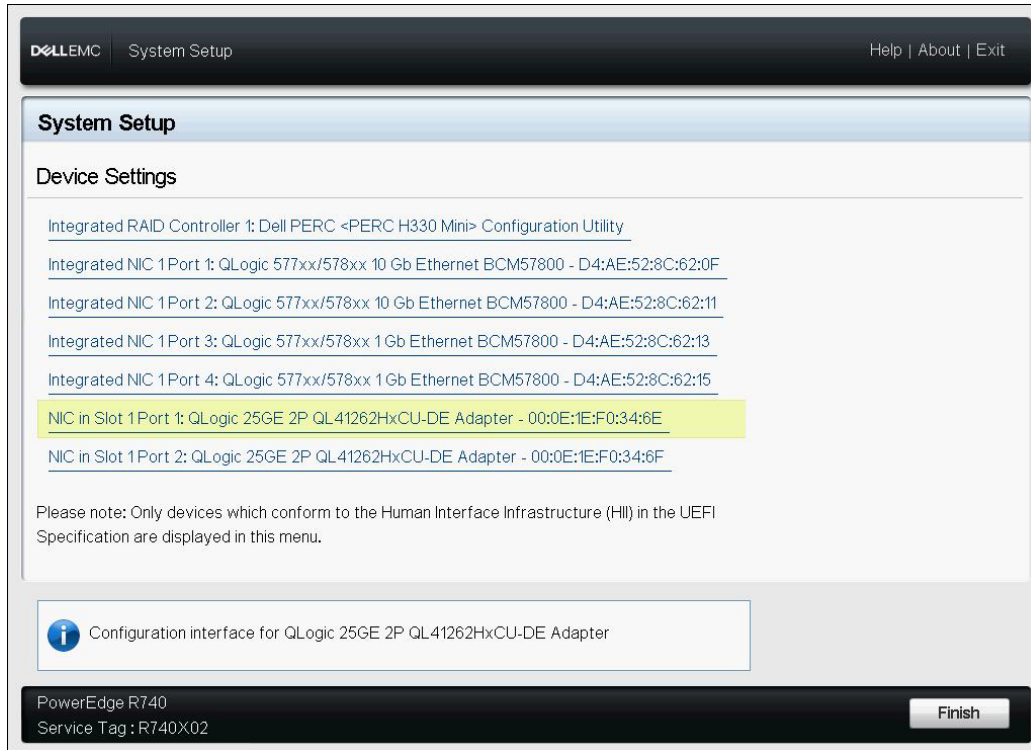

Ilustración 6-27. System Setup: Device Settings, Port Selection (Configuración del sistema: Configuración del dispositivo, Selección del puerto)
3. En la página Device Settings (Configuración del dispositivo), seleccione el adaptador FastLinQ de Marvell (Ilustración 6-27).